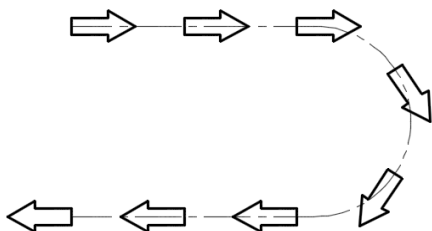

图 3-52 完成路径阵列
6) 在“关闭”面板中单击“关闭阵列”按钮, 完成图 3-52 所示的路径阵列。在本例中用户还可以尝试单击“基点”按钮来重定义基点, 即重新定位相对于路径曲线起点的阵列的第一个项目。